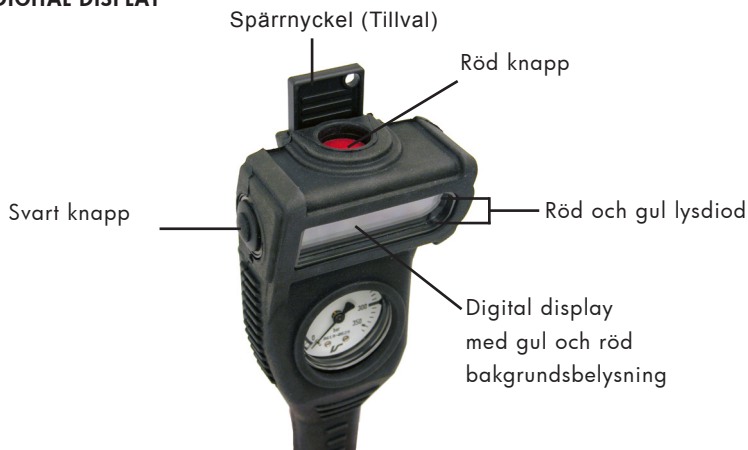

Bild 7-A
11. Kontrollera den digitala displayen och bekräfta "TEST OK" eller felindikeringen (se avsnitt 6) genom att trycka på ljusknappen (avsnitt 7, Bild 7-A) på displayen.
När testet är slutfört visar displayen "TEST OK" eller en felindikering. Om det förekommer mer än ett fel visas indikeringarna i följd. När svarta knappen (avsnitt 7, Bild 7-A) trycks in skiftas till driftläge eller till nästa felindikering. Om bakgrundsljuset är av tänder första trycket ljuset och nästa tryck växlar till driftläge eller nästa felindikering.
3. Tryck in svarta knappen (avsnitt 7, Bild 7-A) under de tre sekunder som displayen ser ut som i figuren nedan.
5. Kontrollera de gula och röda lysdioderna (avsnitt 7, Bild 7-A) på displayen och det gula och röda bakgrundsljuset när displayen ser ut som i figuren nedan. Om tillämpligt, kontrollera grön, gul och röd lysdiod på HUD:en.
När du trycker på den svarta knappen (Bild 7-A) aktiveras displayens bakgrundsbelysning i fyra sekunder. Upprepad intryckning av den svarta knappen skiftar mellan värdena enligt tidigare gjorda inställningar. Visas bara ett värde är enbart funktionen för att tända bakgrundsbelysningen aktiverad för den svarta knappen.
För att beräkna TAP, håll den svarta knappen nedtryckt i 5 sekunder (Bild 7-A) tills displayen visar TAP REFA xx bar.
För att räkna om värdet, håll den svarta knappen nedtryckt i 5 sekunder (Bild 7-A) tills displayen visar TAP REFB xx bar, varje ny uträkning ges en ny bokstav.
2. Placera spärrnyckelns magnet (Bild 7-A) på den sidan av HUD:en som har två lysdioder, vilket är den högra sidan när man bär masken. Den röda och gula dioden börjar lysa.